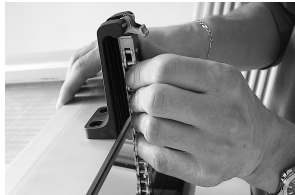

Abb. 16
2. Mit einer Hand das Fenster festhalten und mit der anderen den Stift aus dem Schlitz entfernen (Abb. 16).